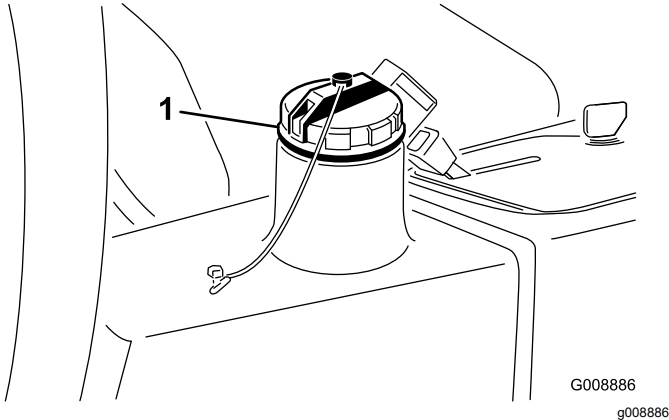

Figure 79
4. Versez environ 13,2 litres de liquide hydraulique dans le réservoir (Figure 79) ; voir Contrôle du système hydraulique (page 51).